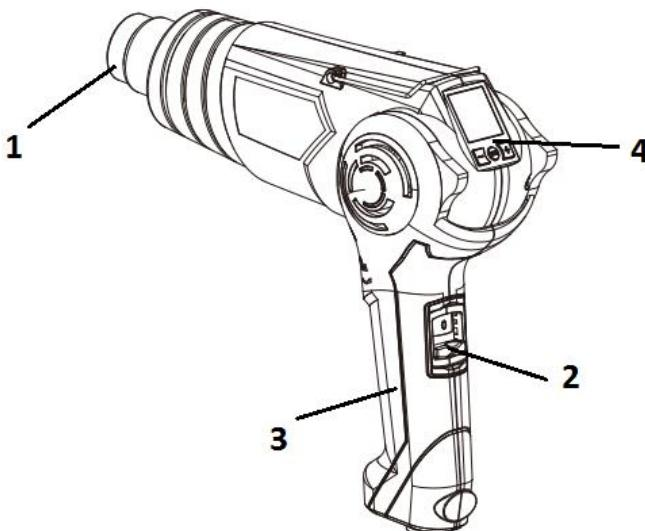

Рисунок 1
2.2.1 Конструкція виробу вміщена в корпус з термостійкого пластику і складається з наступних основних частин: нагрівального блоку в складі нагрівального елементу спірального типу в термоізоляючому кожуху з вихідним сталевим соплом нагрітого повітря (1); компресорного блоку у складі колекторного двигуна змінного струму з відцентровою повітряною крильчаткою; перемикач/вимикач режимів (2), цифровим регулятором температури (4) – згідно рис.1.